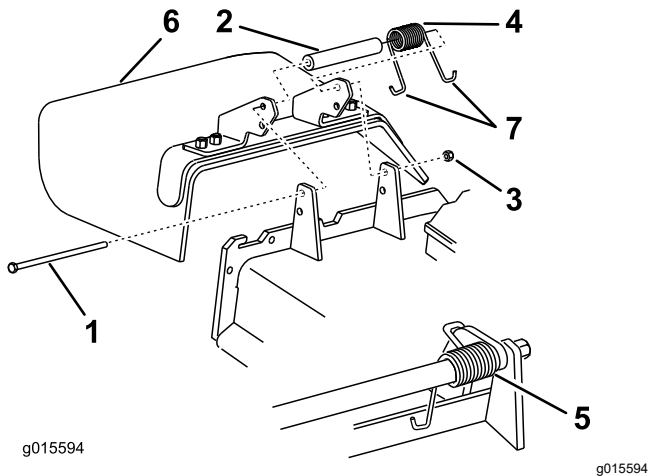

Рисунок 86
1. Снимите контргайку, болт, пружину и проставку, удерживающие отражатель на кронштейнах оси поворота (Рисунок 86).
2. Снимите поврежденный или изношенный отражатель травы (Рисунок 86).
Примечание: Убедитесь, что один **Ј-образный** конец пружины зацеплен за край деки, прежде чем устанавливать болт, как показано на Рисунок 86.
6. Зацепите один **Ј-образный** конец пружины за отражатель травы (Рисунок 86).